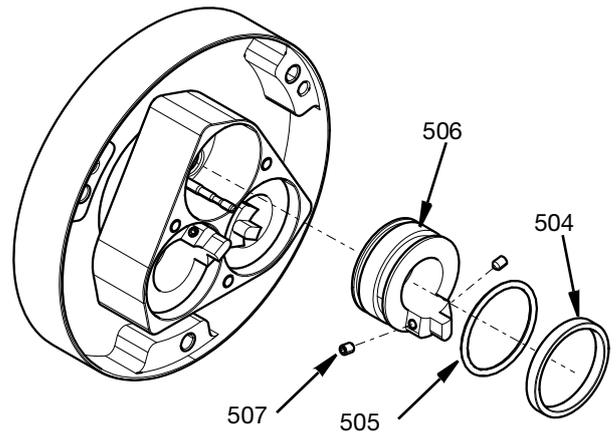

FIG. 11
- Снимите поршень (506), ослабив два установочных винта М4 (507), которые разблокируют поршень и шток запорного клапана. Поршень становится доступен после снятия винтов (506). Уплотнительное кольцо круглого сечения (505) и направляющее кольцо (504) могут быть сняты. См. FIG. 11